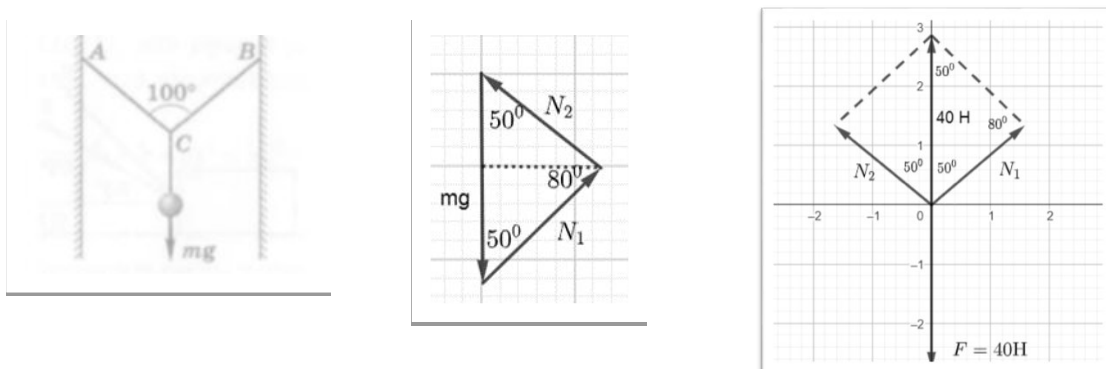

Рис. 11
3.3 Проволока закреплена в точках А и В, а в точке С приложена сила  $mg = 40 \text{ Н}$  (рис. 11). Найдите усилия на участках АС и ВС, если точки А и В расположены на одном уровне.